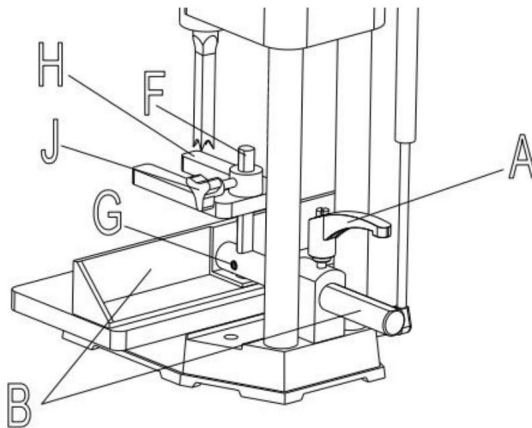

Abb. 7
1. Lokalisieren Sie die Griffbaugruppe und entfernen Sie die Schraube (A) Abb. 7 sowie die Feder (B) vom Griff
2. Führen Sie die Stange der Zaunbaugruppe (E) Abb. 7 wie gezeigt durch das Loch in der Säule ein.
3. Stecken Sie die Stange (F) Abb. 7 in das Loch oben am Zaun, wie gezeigt, und ziehen Sie sie fest.
4. Montieren Sie den Niederhalter (H) Abb. 7, wie gezeigt, auf der Stange (F) und ziehen Sie ihn fest